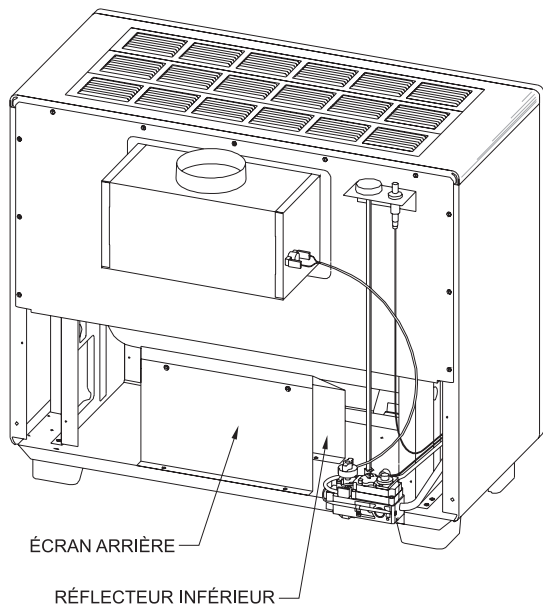

Figure 1
1. Enlever l'écran arrière (2 vis) et le réflecteur inférieur (4 vis). (Voir Figure 1)